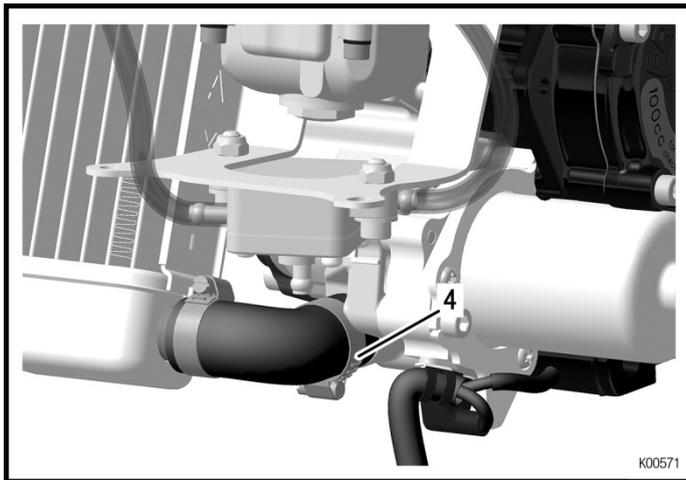

Fig. 11
- ➡ 仮組みの下部ラジエターホースを 1 つのホースクランプ hose clamp (Pos. 4)を使いエンジンに取付ます。Fig. 11 参照